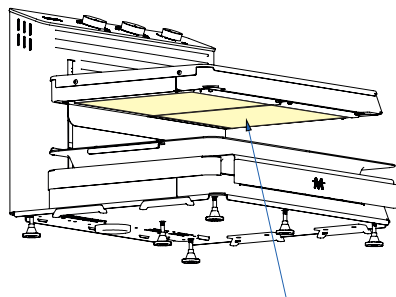

Figura 25
- Los modelos MiiTi 06 disponen de 2 cristales protectores de filamento (Figura 25).